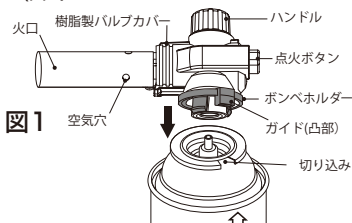

図1
2. ボンベホルダーのガイド(凸部)が所定の位置(左側に止まるまで回した位置)(図1)にあることを確認します。
3. 容器(ボンベ)の切り込み部を、ガイド(凸部)に合わせ(図1)、矢印方向へ押し付けながら容器(ボンベ)を右方向に止まるまで約60度回します(図2)。ガイド(凸部)が本体の後ろにある位置が取り付け完了の位置です(図3)。